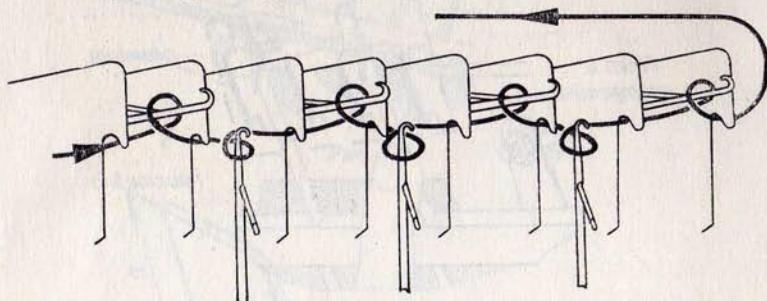

Рис. 12. Заработка машины с приставкой
1. Способ заработка изделия при вязании на машине с приставкой с первого ряда (рис. 12).
лево, проложите под крючок следующей платины и т. д. Схема заработка представлена на рис. 12.